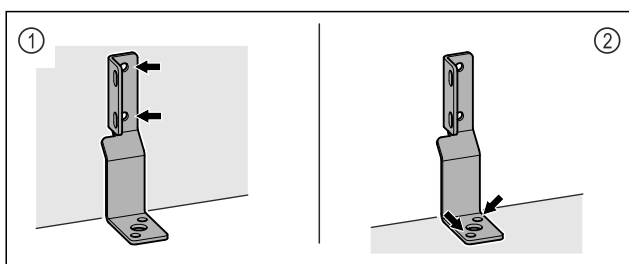

Fig. 6
- Закрепите уголок на стене Fig. 6 (1) или полу Fig. 6 (2).